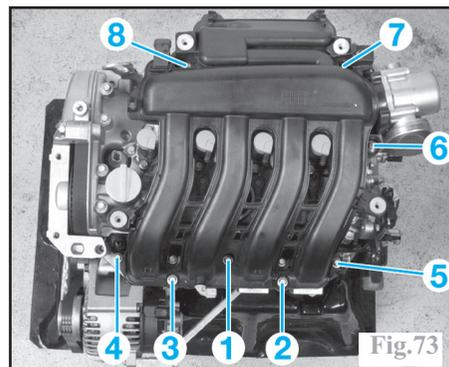

Fig.73
- le répartiteur d'air du collecteur d'admission, en desserrant ses vis dans l'ordre inverse du serrage prescrit (Fig.73).
- respecter les couples et ordres de serrage prescrits (notamment celui du répartiteur du collecteur d'admission, Fig.73).